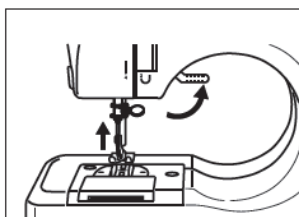

Fig.7
2. Zvedněte páčku zdvihu patky a látku, kterou chcete šít, vložte pod patku (Fig. 7).